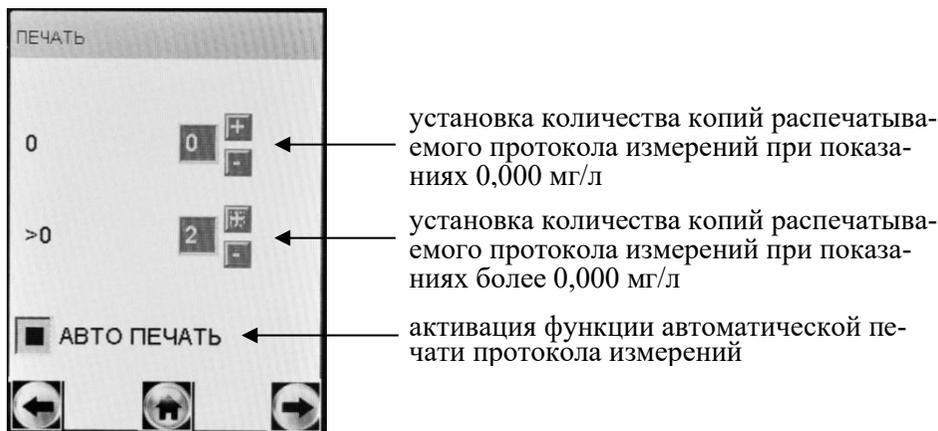

Рисунок 7 – Настройки печати
Имеется возможность устанавливать различное количество копий распечатываемого протокола измерений для двух случаев: при показаниях 0,000 мг/л, и при показаниях более 0,000 мг/л (рисунок 7).
2.5.4.3 Перейдите в меню «Установки пользователя» (согласно 2.5.2 настоящего РЭ), далее нажмите на кнопку «ПЕЧАТЬ» (рисунок 5), на экране появится окно «ПЕЧАТЬ» (рисунок 7).
автоматической печати, нажав на квадратик «АВТО ПЕЧАТЬ» (рисунок 7).